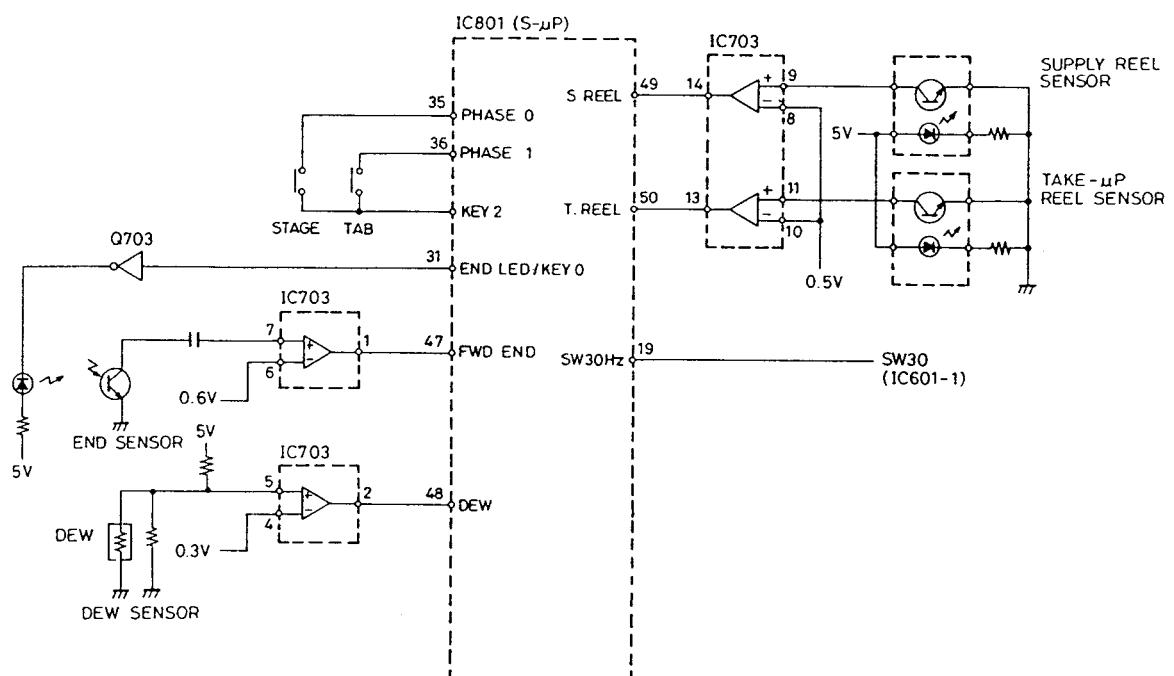

Abb. 3-9 Band-/Störungsdetektor-Schaltkreis
7. Band/Störungsdetektor-Schaltkreis (Abb. 3-9)